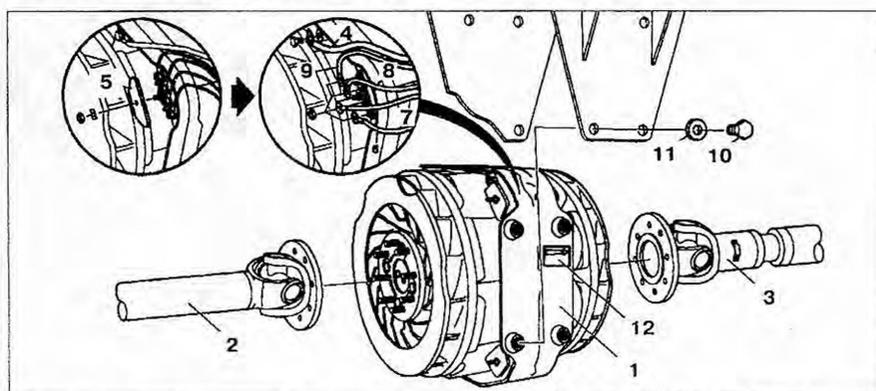

Рис. 7.5. Замедлитель «Telma» (на моделях 668.322/323/352/353, 670.322/323/324/352/373/374 с кодом BR3):
2. Отсоедините карданные валы 2 и 3 от замедлителя 1 (рис. 7.5).